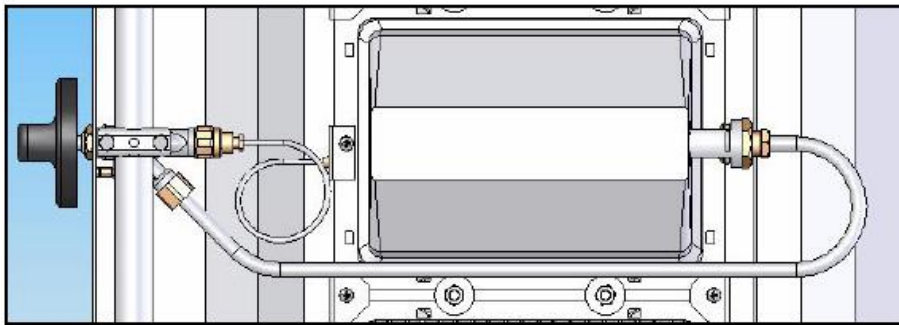

Figure 1
- Bauen Sie ähnlich den Gasversorgungsschlauch an dessen Stelle ein (Bild 1.)
- Einsetzen des Ein/Ausschaltknopfes in der gleichen Weise (Bild 1).